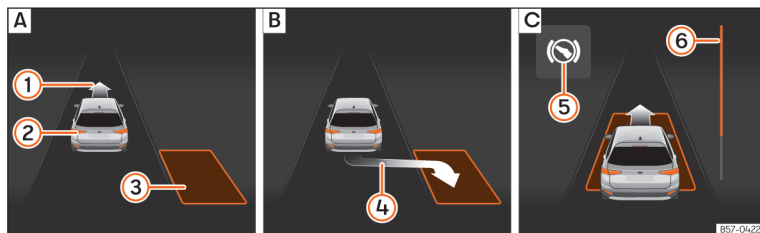
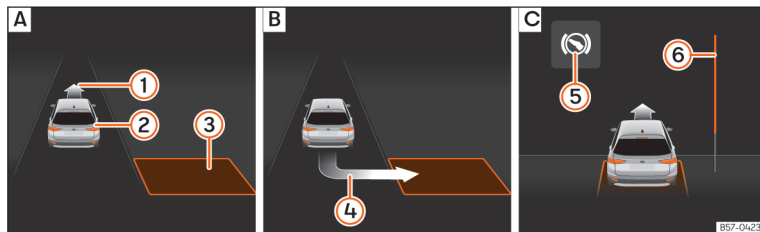

Fig. 126 No ecrã do painel de instrumentos: estacionar em paralelo. **A**: Procurar um lugar de estacionamento. **B**: Posição para estacionar. **C**: Manobrar.
Fig. 127 No ecrã do painel de instrumentos: estacionar em espinha. **A**: Procurar um lugar de estacionamento. **B**: Posição para estacionar. **C**: Manobrar.
para estacionar >>> Fig. 126 **B** ou >>> Fig. 127 **B**. O lugar foi considerado “apropriado” se no ecrã do painel de instrumentos aparecer a indicação de estacionar ④.
- Retroceda até o sinal contínuo do ParkPilot soar; **OU:** retroceda até aparecer a indicação de marcha à frente no ecrã do painel de instrumentos »» Fig. 126  ou »» Fig. 127 ; **OU:** retroceda até aparecer a mensagem **Park Assist finalizado** no ecrã do painel de instrumentos. A barra de progresso  indica a distância a percorrer.
- Faça marcha à frente até soar o sinal contínuo do ParkPilot; **OU:** faça marcha à frente até aparecer a indicação de fazer marcha-atrás no ecrã do painel de instrumentos. O sistema de estacionamento assistido manobra o veículo em frente e em marcha-atrás até centrá-lo no lugar »» Fig. 126  ou »» Fig. 127 .
A barra de progresso »» Fig. 126  e »» Fig. 127  mostra simbolicamente no ecrã do painel de instrumentos a distância relativa que ainda falta percorrer. Quanto maior for a distância, mais cheia está a barra de progresso. Ao circular em marcha à frente, o conteúdo da barra de progresso diminui para cima, e ao circular marcha-atrás, diminui para baixo.